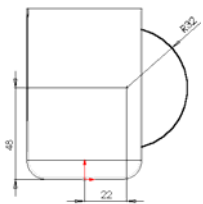

图 3-80 绘制放样路径
- 3) 单击[草图]操控面板上的[3 点画弧]按钮, 绘制一条与轮廓边线相交的圆弧作为放样的中心线并标注尺寸, 如图 3-80 所示。